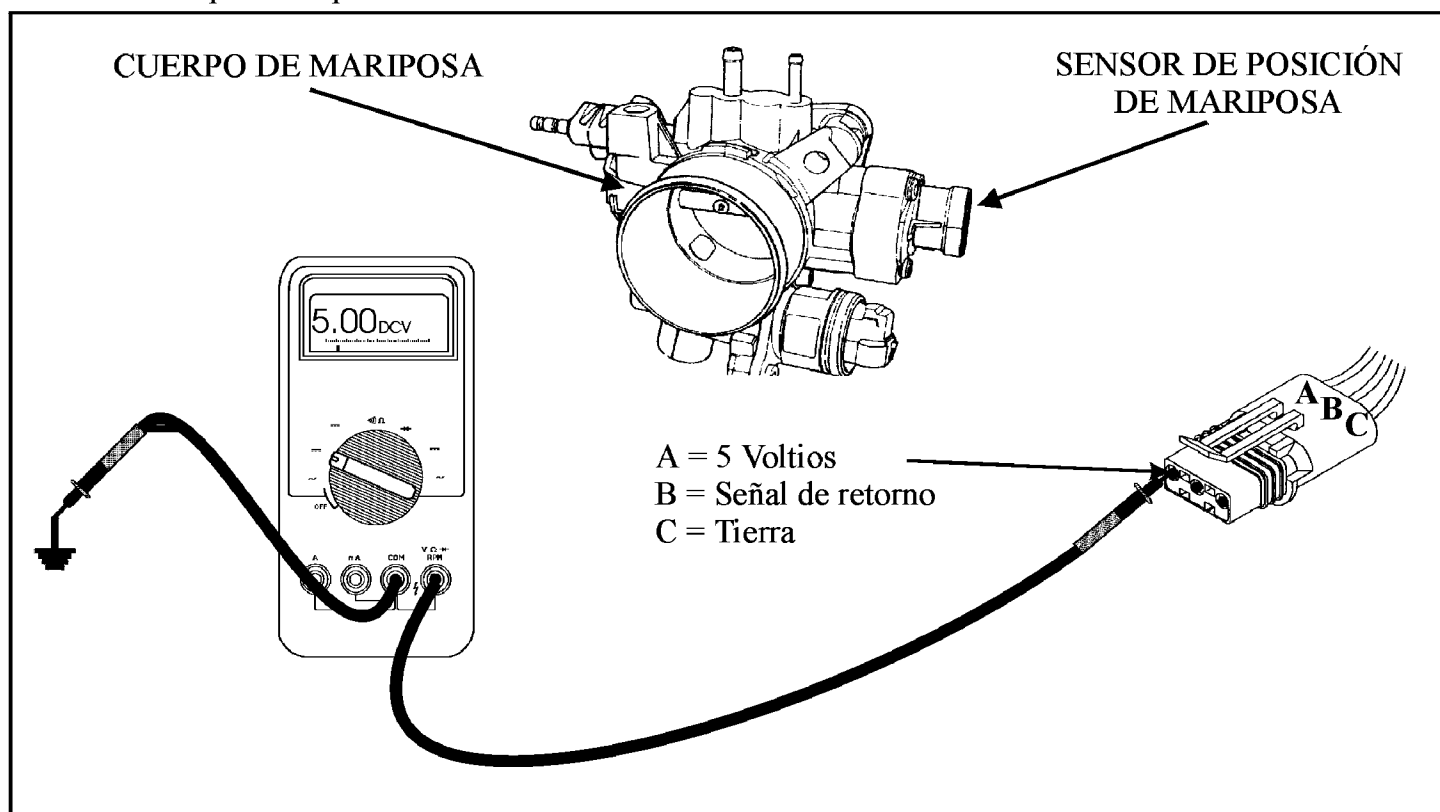

Figura 44
- Desconecte el TPS. Ponga la llave en contacto con el motor apagado. Fije el metro para medir voltaje DC y coloque el cable negativo del metro al terminal negativo de la batería. Con el cable positivo verifique que hayan aproximadamente 5 voltios en el terminal A del conector (Vea la figura 44). Si no hay voltaje, sospeche que el PCM está defectuoso ya que es el responsable de suplirle los 5 voltios al TPS. Lo correcto sería hacerle una prueba de continuidad al alambre que va del PCM al TPS para ver si está averiado antes de condenar el PCM. En todos los modelos hasta el 1995, la prueba se debe hacer desde el terminal 6 en el conector del PCM hasta el terminal A en el conector del TPS. En modelos del 1996 en adelante, la prueba se debe hacer desde el terminal 61 en el PCM hasta el terminal A en el TPS. Si hay continuidad en el alambre pero no se observan los 5 voltios, el PCM tendrá que ser reemplazado. Si se observan los 5 voltios en el conector del TPS, vaya al proximo paso.